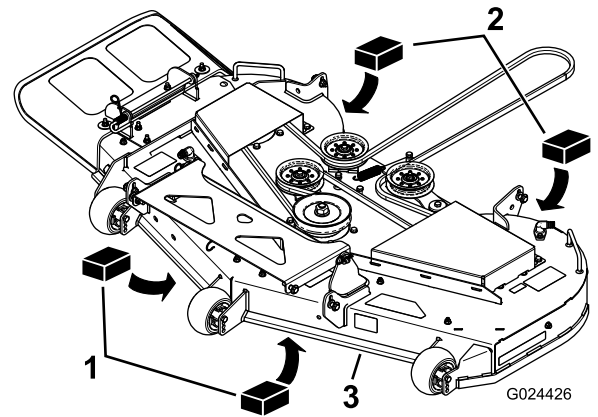

Figura 64
- Coloque dos bloques de 6.6 cm (2⁵/₈" debajo de cada lado del borde delantero de la carcasa, pero no debajo de los soportes de los rodillos protectores del césped (**Figura 64**).
- Coloque dos bloques de 7.3 cm (2⁷/₈" de grosor debajo del borde trasero del faldón de la carcasa de corte, uno en cada lado de la carcasa de corte (**Figura 64**).